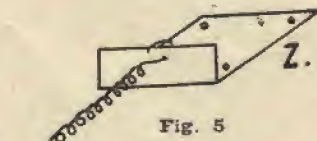

Fig. 5
Z. — Zoccolo per il fermo della molla di ricupero (fig. 5). Detto zoccolo pure esso in latta deve essere fatto come lo dimostra la figura e nelle proporzioni adatte, indi fissato alla tavoletta con 4 chiodini come lo dimostra la figura d'insieme.